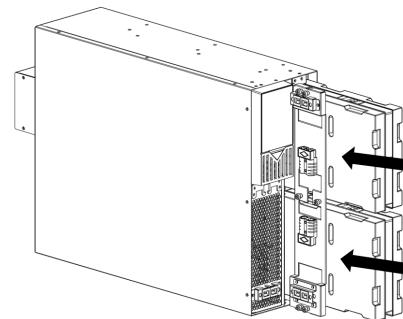

Figure 13
4. Placez l'onduleur à son emplacement d'installation définitif. Une fois installé, réinsérez les modules de batterie (FIG. 13).